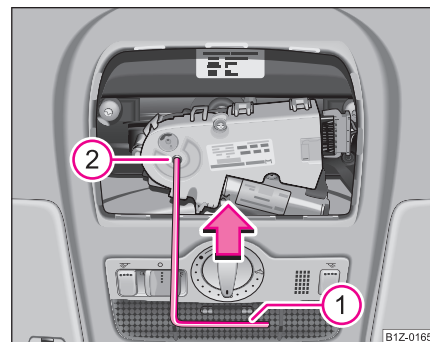

Fig. 40 Detalle del revestimiento interior del techo: Accionamiento de emergencia
- Introduzca la manivela a presión (1) en el orificio hexagonal hasta el tope (2) ⇒ fig. 40.